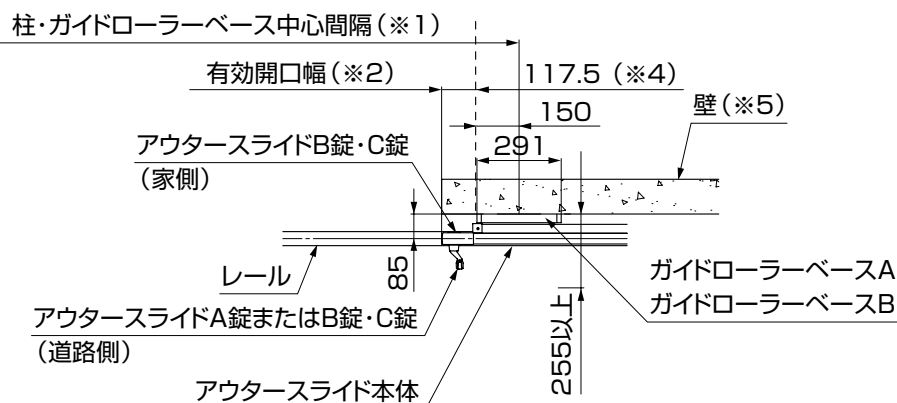

図1-10
- アウトースライドB錠またはC錠を使用する場合は、壁の位置を有効開口幅に合わせるすることができます。(※4) (図1-10参照)